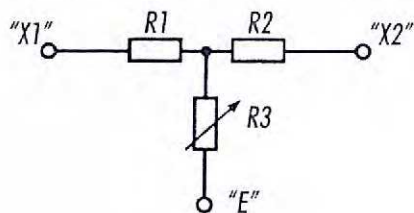

Рис. 2
Структурная схема имитатора сопротивления показана на рис. 2. Элементы схемы соответствуют обозначениям формулы (1).
4.10. Номинальные значения электрического сопротивления луча R3 (рис. 2) воспроизводятся в соответствии с рядом: ( $\infty$ ; 9; 4; 5; 3; 2,25; 1,8; 1,5; 1, 2857; 1,125; 1)  $\times 10^n$  Ом, где  $n = 7; 6; 5$ , соответственно декадам магазина проводимости меры " $\times 10^9$ ", " $\times 10^{10}$ ", " $\times 10^{11}$ ". Значения в скобках соответствуют положениям переключателя проводимости 0; 1; 2; 3; 4; 5; 6; 7; 8; 9.